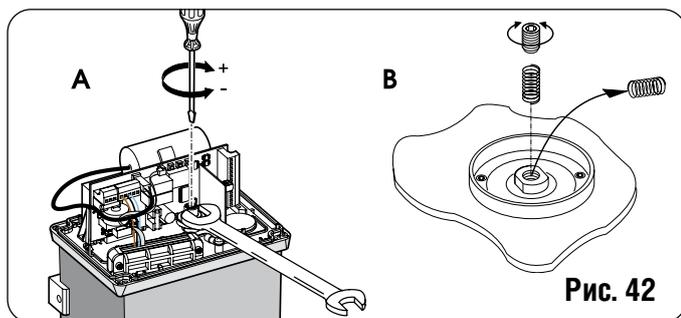

Рис. 42
2) Застопорить вал двигателя гаечным ключом и повернуть регулировочный винт универсальным гаечным ключом или отверткой, как показано на рис. 42 пункт А.
В более тяжелых воротах применяются другие поставляемые пружины. Для замены пружины см. Рис. 42 пункт В.